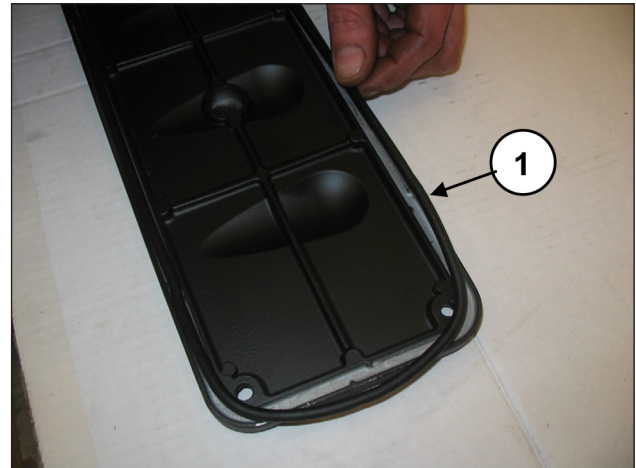
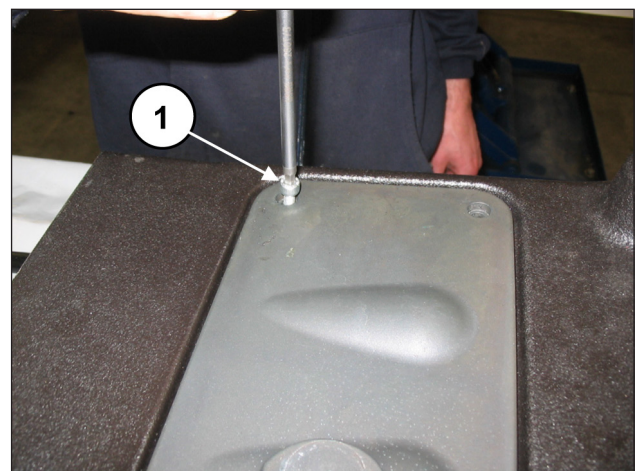

Рис. 99
Рис. 100
Вставьте в две смотровые крышки уплотнительные кольца O-ring (поз. ①, Рис. 99) и установите крышки с использованием 4+4 винтов М6х14 (поз. ①, Рис. 100).